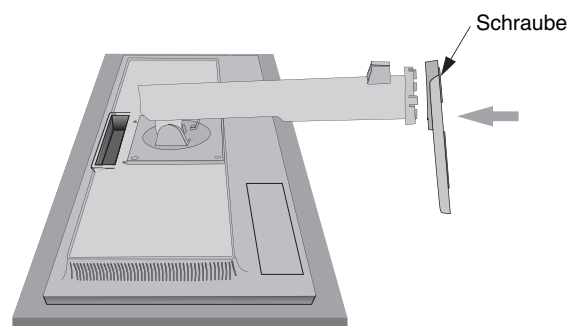

Abbildung 2
3. Befestigen Sie den Fuß am LCD-Monitor und ziehen Sie die Schraube an der Unterseite des Standfußes fest (**Abbildung 2**).